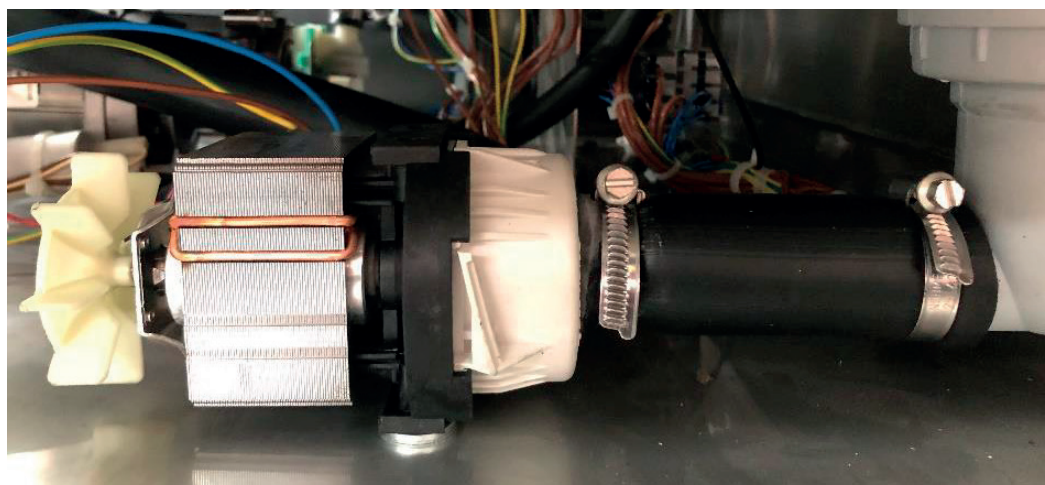

Figura 4: Unión entre la bomba y el colector mediante el tubo.
- Atar la bomba de vaciado a la carrocería en sus agujeros correspondientes (2 Tornillos D-933 M-6X15 Inox y 2 Arandelas Inox. D-125 de 6). Asegurarse de que el ventilador de la bomba de vaciado está suficientemente alejado del cableado. **Ver figura 4.**